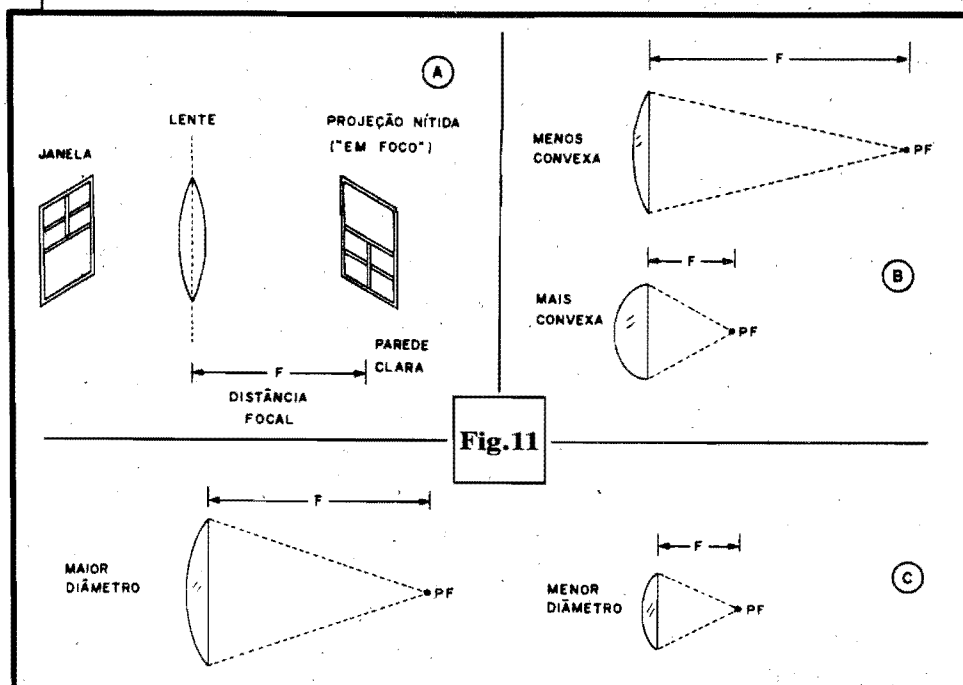

Fig. 11
- **FIG. 11 - A TAL DE "DISTÂNCIA FOCAL"**... - O melhor rendimento de concentração ou focalização das lentes, está fisicamente posicionado num ponto perpendicular ao seu centro, e afas-
de eficiência... Ainda na fig. 11, apenas para elucidar alguns pontos práticos, mostramos algumas recomendações quanto à distância focal de lentes de convexidade e tamanho diversos... Conforme vemos em 11-B, se duas lentes tiverem o mesmo diâmetro, aquela menos convexa apresentará uma distância focal maior... Já em lentes com a mesma aparente "convexidade", (11-C) a de maior diâmetro terá, normalmente, uma distância focal também maior... Como em qualquer caso o LED infra-vermelho ou foto sensor devem ficar tão próximos quanto possível do chamado Ponto Focal (PF, nas figs. 11-B e 11-C), tais fatores devem ser considerados quando da aquisição ou obtenção das lentes... Atualmente, até em